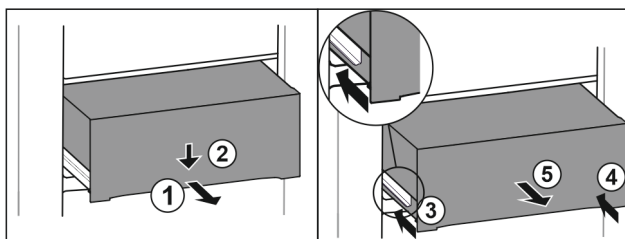

Fig. 134
- Вытяните выдвижной ящик наполовину. Fig. 134 (1)
- Вдавите выдвижной ящик в передней части вниз. Fig. 134 (2)
- Задвиньте левую направляющую прим. на 2 см. Fig. 134 (3)
- Задвиньте правую направляющую прим. на 2 см. Fig. 134 (4)
- Извлеките выдвижной ящик движением вперед. Fig. 134 (5)